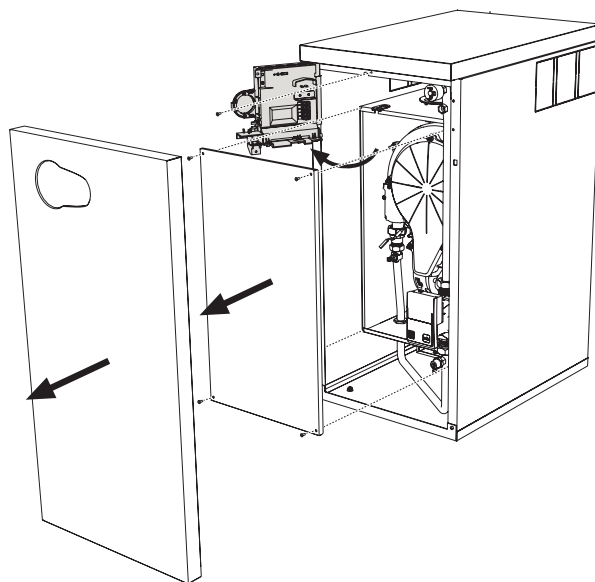

fig. 22
2. Enlever le panneau avant et le panneau de la chambre de combustion (voir fig. 22).
3. Dévisser la vis et tourner le tableau de commandes (voir fig. 22).